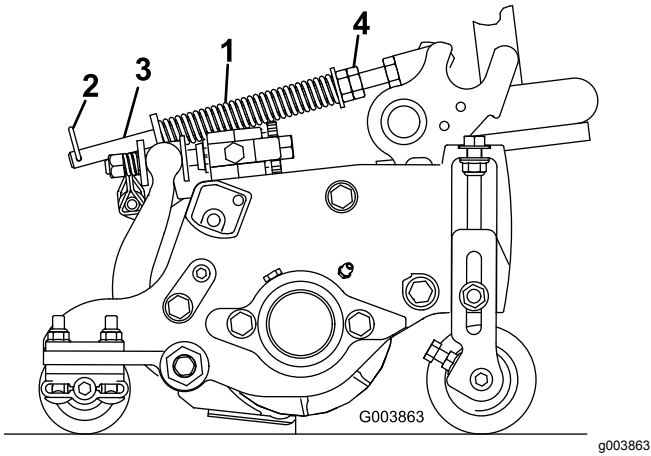

图17
草坪补偿弹簧图17可将重量从前滚筒转移至后滚筒。这有助于减少草坪的波动图形也称为波浪形或摆动形。
1. 确保发卡销安装在弹簧杆的后孔内图17。
2. 拧紧弹簧杆前端的六角螺母直至 12.7cm 滚刀组压缩后的弹簧长度为 12.7cm 或者 17.8cm 滚刀组压缩后的弹簧长度为 15.9cm 图17。